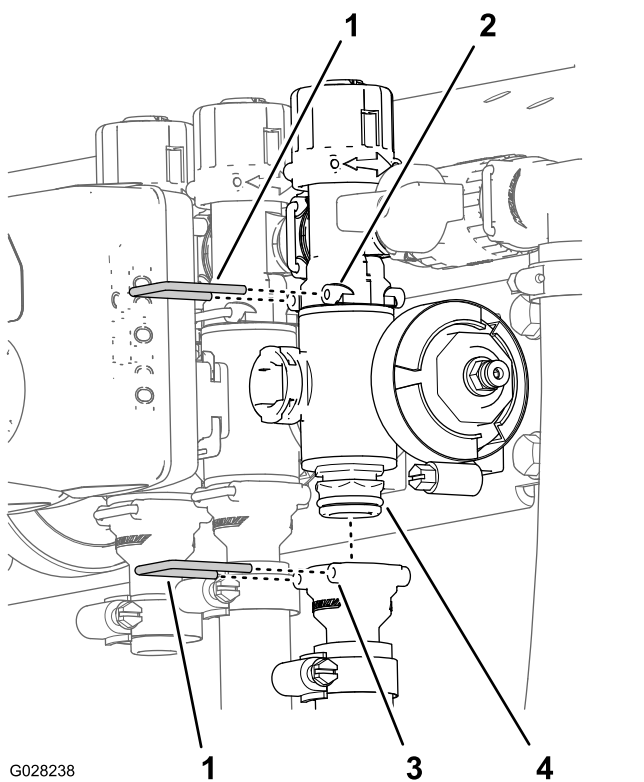

Figura 137
2. Rimuovete il fermo che fissa il collettore della valvola di sezione al raccordo di bypass (Figura 137).